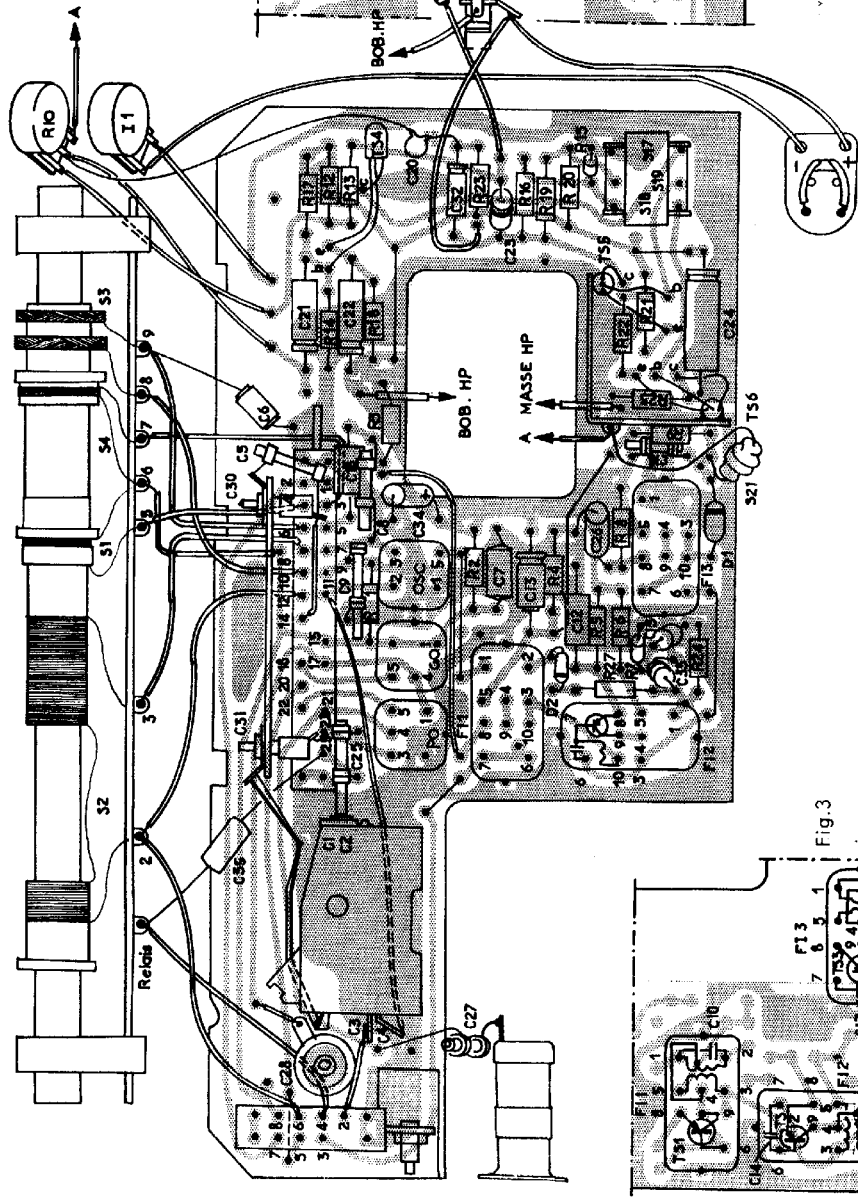

Fig. 2
- La résistance R23 et le condensateur C32 ont été déplacés (plaque câblage imprimé avec indices 2, et 3.) (Fig. 2)